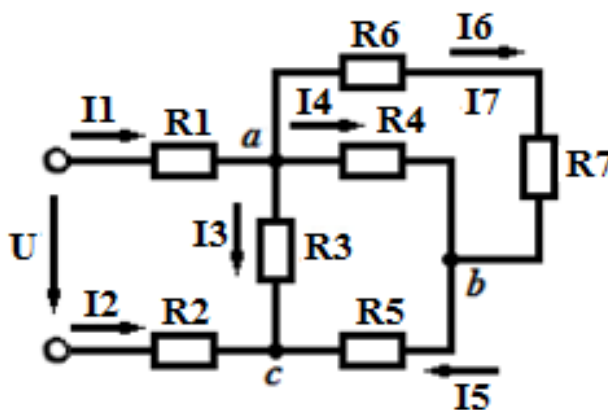

Рис. 1.36. Схема к заданию 5
**Задание 5.** Найти распределение токов в схеме, если  $R_1 = R_2 = 0,5$  Ом,  $R_3 = R_4 = 6$  Ом,  $R_5 = R_6 = 1$  Ом,  $R_7 = 2$  Ом. Напряжение на входе  $U = 120$  В (рис. 1.36).